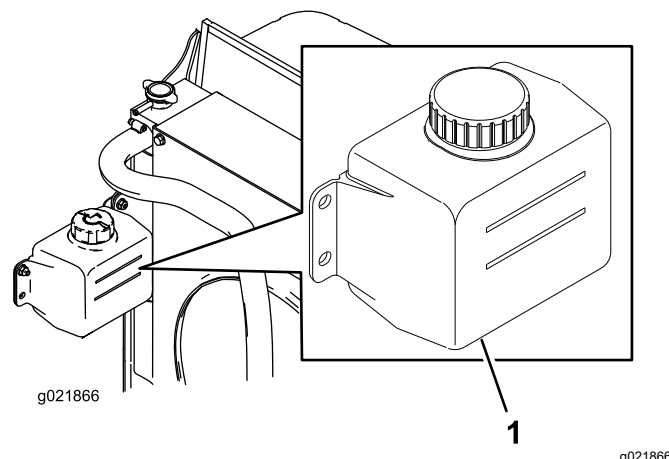

Figura 93
1. Compruebe el nivel de refrigerante en el depósito de expansión (Figura 93).